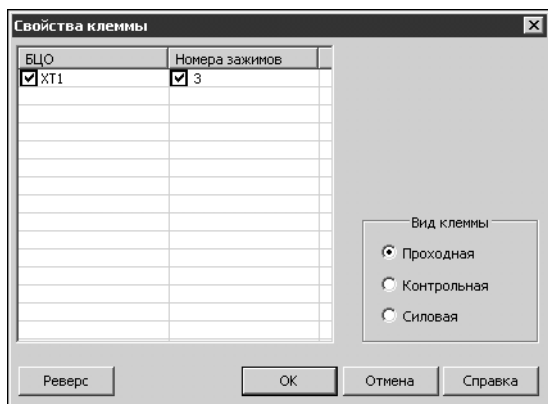

Рис. 22.19. Диалог **Свойства клеммы**
1. Дважды щелкните мышью на символе клеммы. На экране появится диалог **Свойства клеммы** (рис. 22.19). В нем отображается таблица, которая содержит список БЦО клемм и номера зажимов для каждой клеммы. Кроме того, в этом диалоге можно изменить вид клемм на схеме. Список клемм появится только в том случае, если существует клеммник с этой клеммой.